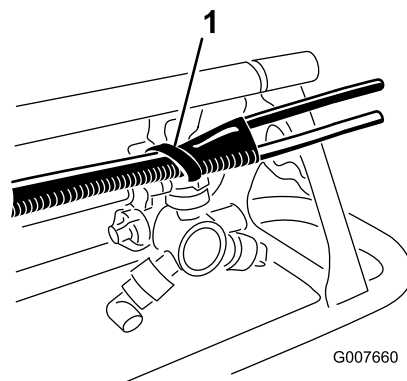

Figura 8
- B. Alinhe a extremidade do tubo com a extremidade do pólo de suporte superior. Utilize uma braçadeira de plástico para prender o tubo de espuma ao tirante utilizando os furos no tirante (Figura 8).